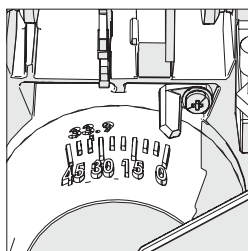

Fig. 8
- Certifique-se de que a cabeça da serra está reta, contra o batente e de que o indicador do ângulo biselado indica 0° na escala (Fig. 8).